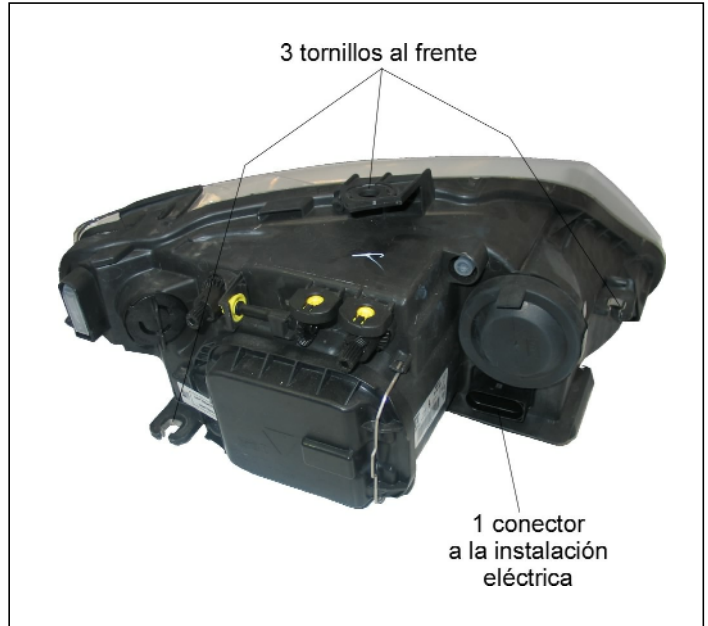

Figura 2.- Unión del faro
En la figura 2, se muestra la unión del faro con el resto de la carrocería.
- Faro izquierdo (ver figura 2).